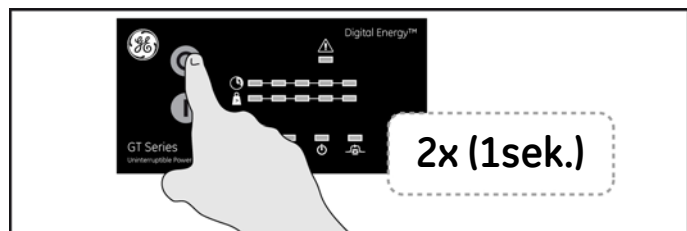

Abb. 4.3.2.a
2. Drücken Sie auf dem Tastenfeld 1 Sekunde lang auf "O" (Abb. 4.3.2.a), um die USV auf Bypass zu schalten.
3. Drücken Sie auf dem Tastenfeld erneut 1 Sekunde lang auf "O" (Abb. 4.3.2.a), um die USV auszuschalten.